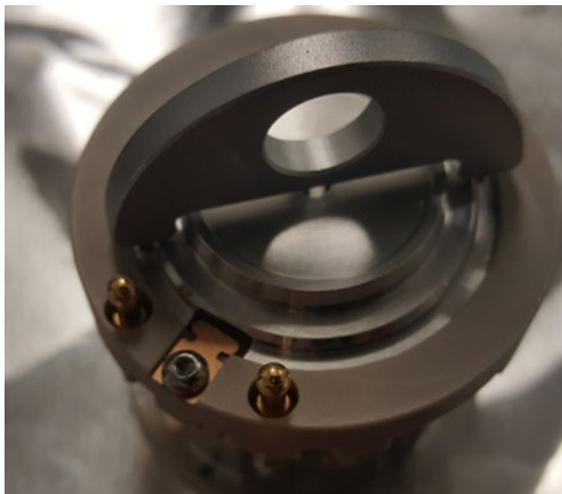

Figure 113 : L0 avec l'outil de retrait en place
- 10) Insérez les tiges situées sur l'outil de retrait L0 (inclus dans le kit d'accessoires) dans les deux trous sur la pièce L0. Voir Figure 113 : L0 avec l'outil de retrait en place.